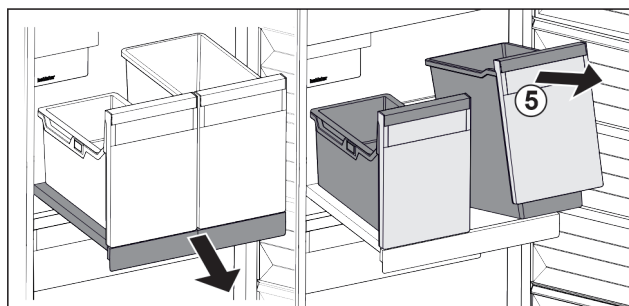

Fig. 139
- ▶ Nádobu Fig. 139 (5) vpředu nadzvedněte.